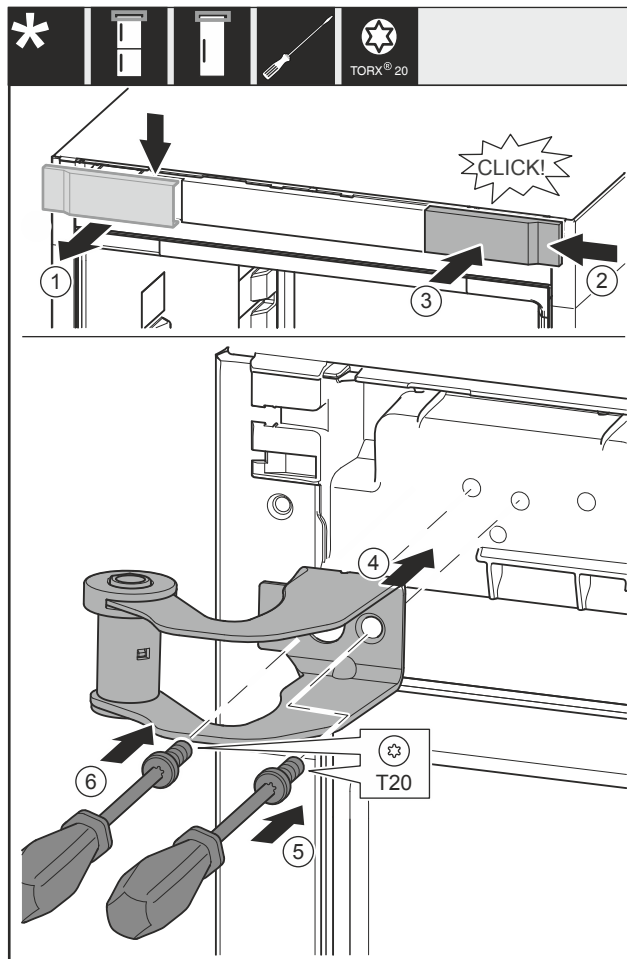

Fig. 16
- Retirer le couvercle Fig. 16 (1) depuis le haut vers l'avant.
- Accrocher le couvercle Fig. 16 (2) tourné de 180° de l'autre côté depuis le côté droit.
- Enclencher le couvercle Fig. 16 (3).
- Poser le support de palier supérieur Fig. 16 (4).
- Visser la vis Fig. 16 (5).
- Visser la vis Fig. 16 (6).